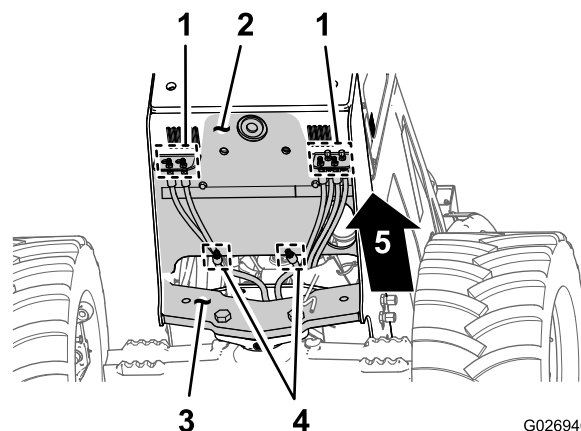

**Figure 2**
- Utilisez la commande d'inclinaison pour aligner le trou dans le support de verrouillage du châssis et les trous dans le support de verrouillage d'essieu (Figure 1 et Figure 2).
- B. Retirez la goupille fendue de la goupille de verrouillage d'&#223;inclinaison (Figure 2).
- C. Sortez la goupille de verrouillage d'&#223;inclinaison de la position rangée (Figure 2).
- D. Insérez complètement la goupille de verrouillage d'&#223;inclinaison dans les trous du support de verrouillage du châssis et du support de verrouillage d'&#223;essieu (Figure 2).
- E. Fixez la goupille de verrouillage d'&#223;inclinaison au support de verrouillage d'&#223;essieu avec la goupille fendue (Figure 2).